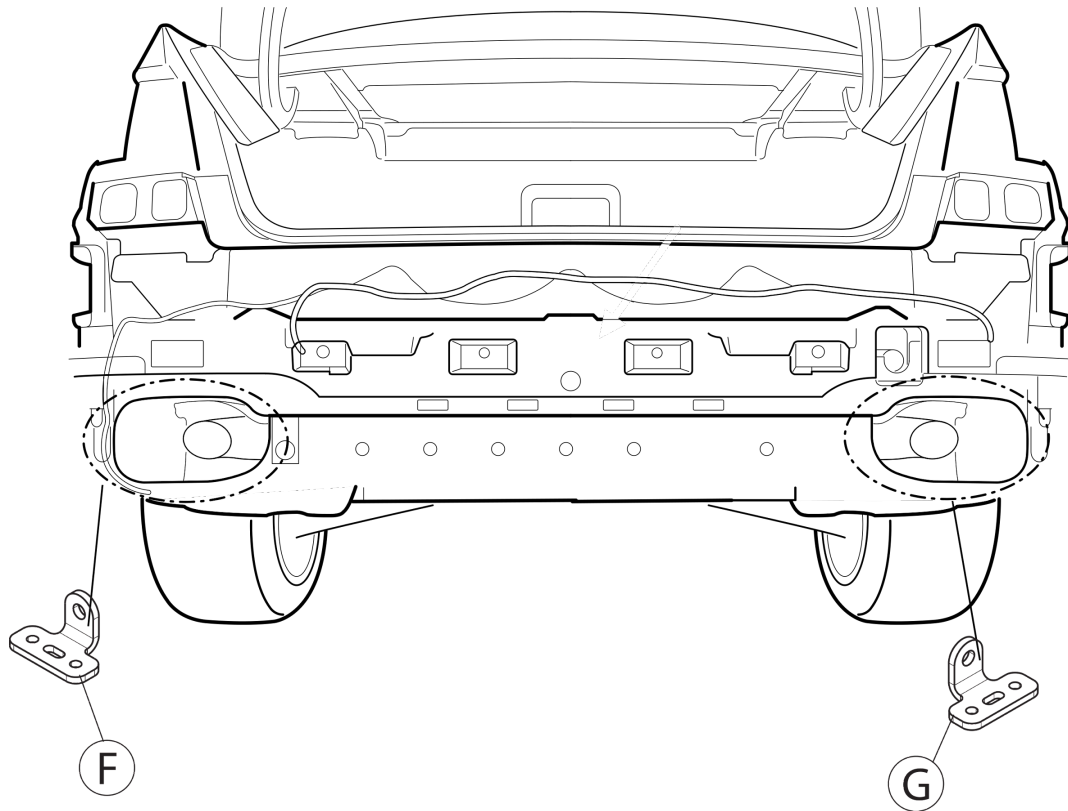

Fig. 3
4. Внимание: у тех моделей, у которых были сняты кронштейны выхлопной трубы, поставить их снова на место, используя полосу С в точках D и E. См. рисунок 3.